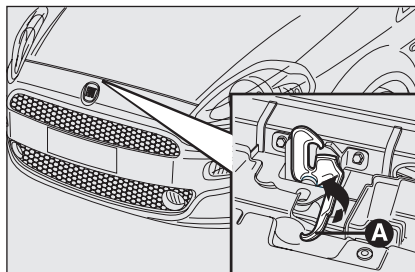

Abb. 90
- ☐ den kleinen Hebel **A-Abb. 90** wie abgebildet ziehen,